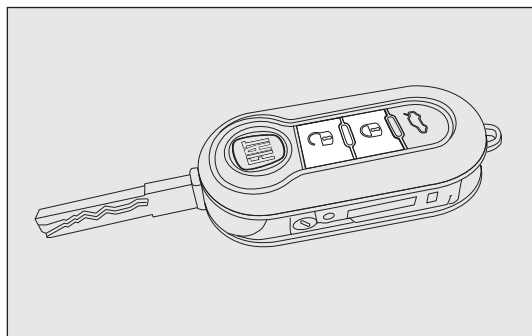
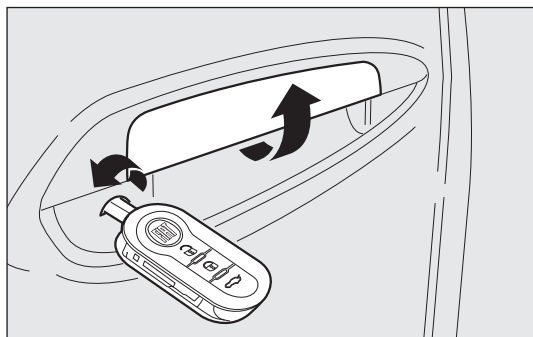
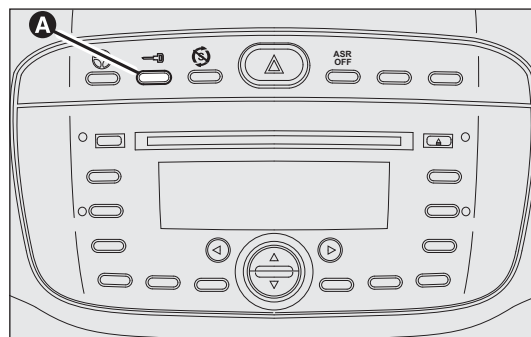

fig. 85
fig. 86
fig. 87
Con porte chiuse premere il pulsante  sul telecomando fig. 85 oppure inserire e ruotare l'inserto metallico nella serratura della porta lato guida in senso orario fig. 86. L'avvenuto bloccaggio delle porte è segnalato dalla singola accensione del led sul pulsante A-fig. 87. Il blocco delle porte viene attivato solo se tutte le porte sono chiuse. Se una o più porte sono aperte a seguito della pressione del pulsante  sul telecomando fig. 85, gli indicatori di direzione ed il led presente sul pulsante A-fig. 87 lampeggiano velocemente per circa 3 secondi.
Se una o più porte sono invece aperte a seguito della rotazione dell'inserto metallico della chiave solo il led presente sul pulsante A-fig. 87 lampeggia velocemente per circa 3 secondi. Se le porte sono chiuse ma il bagagliaio è aperto il blocco delle porte viene effettuato: gli indicatori di direzione (solo per blocco effettuato premendo il pulsante  fig. 85) ed il led presente sul pulsante A-fig. 87 lampeggiano velocemente per circa 3 secondi.
Con funzione attiva è comunque possibile sbloccare le serrature delle altre porte, premendo il pulsante A-fig. 87 posto sul mobiletto centrale.
Effettuando una doppia pressione rapida del pulsante  sul telecomando fig. 85 si attiva il dispositivo dead lock (vedere paragrafo "Dispositivo dead lock").
Premere brevemente il pulsante  fig. 85 per avere lo sblocco delle porte a distanza, l'accensione temporizzata delle plafoniere interne e doppia segnalazione luminosa degli indicatori di direzione oppure inserire e ruotare l'inserto metallico nella serratura della porta lato guida in senso antiorario come illustrato in fig. 86.
Premere il pulsante A-fig. 87 per bloccare/sbloccare tutte le porte. Il pulsante è dotato di un led che indica lo stato (porte bloccate o sbloccate) della vettura. Quando le porte sono bloccate il led sul pulsante è acceso ed una pressione del pulsante provoca lo sblocco centralizzato di tutte le porte e lo spegnimento della spia. Quando le porte sono sbloccate il led è spento ed una pressione del pulsante provoca il blocco centralizzato di tutte le porte. Il blocco porte viene attivato solo se tutte le porte sono correttamente chiuse.
non sarà possibile effettuare lo sblocco tramite il pulsante A-fig. 87 ubicato tra i comandi su plancia.
- pulsante A-fig. 87 di blocco/sblocco;
Il dispositivo si inserisce automaticamente su tutte le porte nel caso in cui si effettui una doppia pressione rapida sul pulsante  sulla chiave con telecomando fig. 85.
L'avvenuto inserimento del dispositivo è segnalato da 3 lampeggi degli indicatori di direzione e dal lampeggio del led ubicato sul pulsante A-fig. 87 ubicato tra i comandi su plancia.